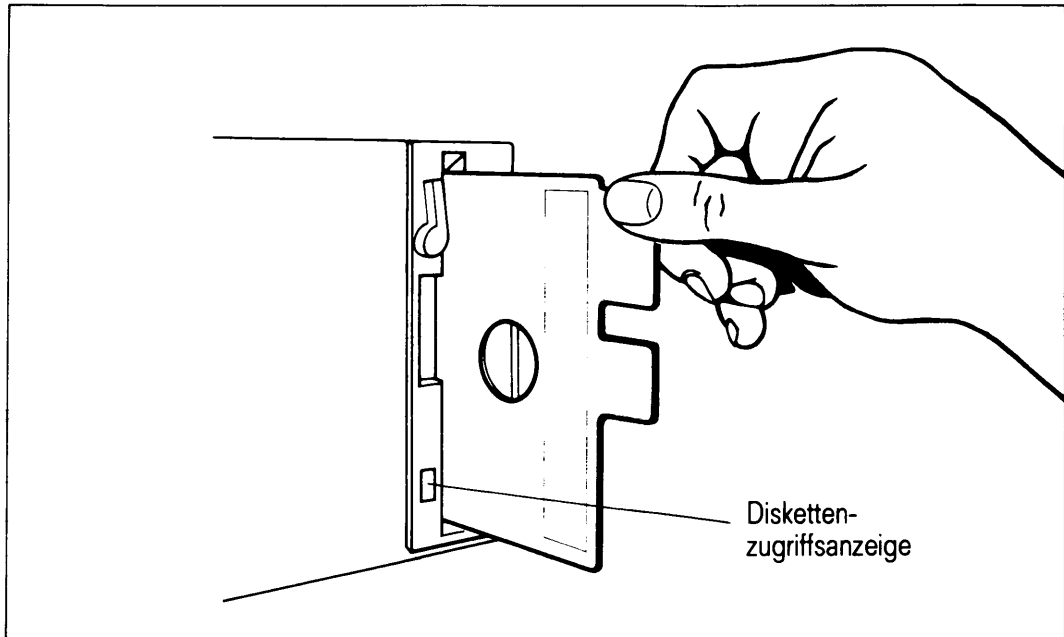

Bild 5 Entnahme der Transportsicherung
- Jetzt können Sie die Transportsicherung aus dem Diskettenlaufwerk nehmen. Dazu klappen Sie den Verriegelungshebel nach links und ziehen die Transportsicherung aus dem Laufwerk (siehe Bild 5). Bewahren Sie die Transportsicherung auf. Sie benötigen sie bei jedem späteren Transport. Sollte Ihnen die Transportsicherung trotzdem verloren gehen, so verwenden Sie bitte eine Diskette an Stelle der Transportsicherung.